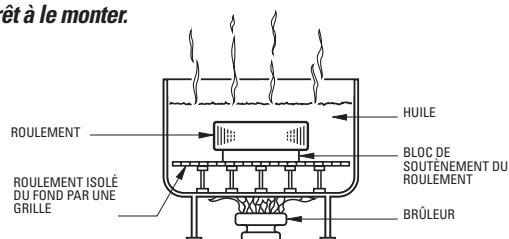

Fig. 16. Méthode par dilatation thermique.
- Le bain d'huile est représenté dans la fig. 16. Le roulement ne doit pas être en contact direct avec la source de chaleur.